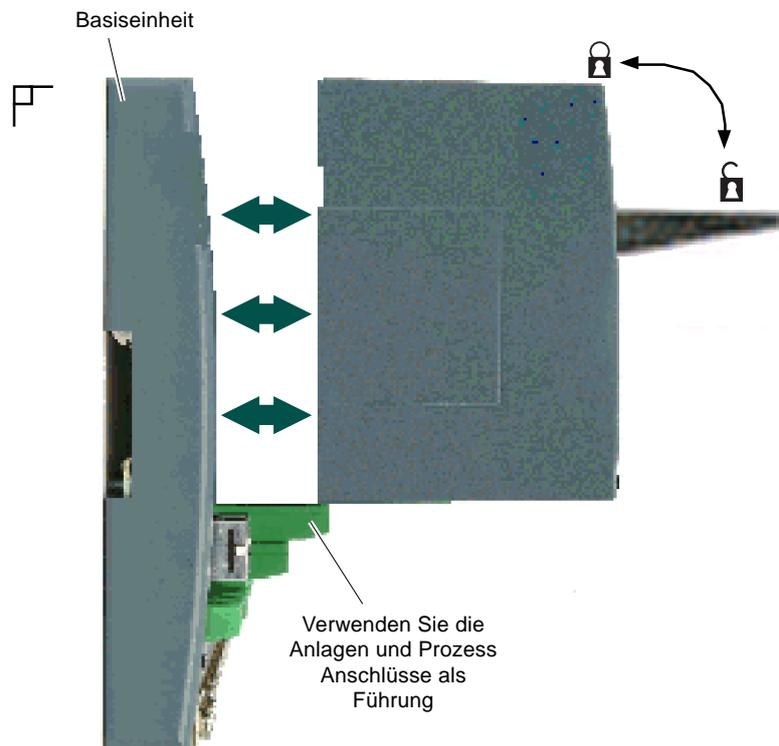

Abbildung 2.3.4 Modul einsetzen/entfernen
1. Ziehen Sie den Modul Haltehebel nach vorne in die geöffnete Position () (Abbildung 2.3.4).